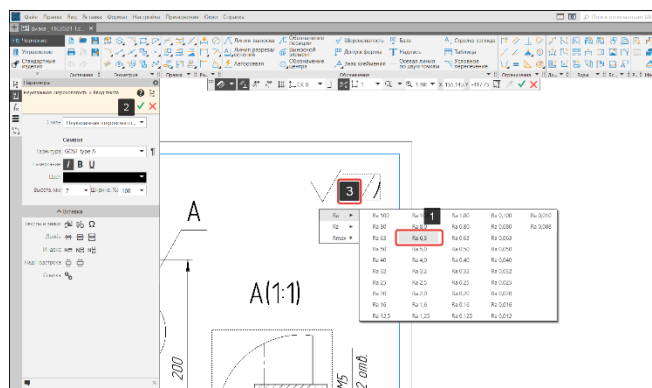

Рисунок 282 – Выбор значения неуказанной шероховатости
- В текстовое поле (3) введем значение шероховатости с клавиатуры или двойным щелчком левой кнопки мыши вызовем пользовательское меню и зададим значение шероховатости Ra 6,3 (1) (Рисунок 282);
- Для завершения команды нажмем кнопку Создать объект (2) (Рисунок 282);